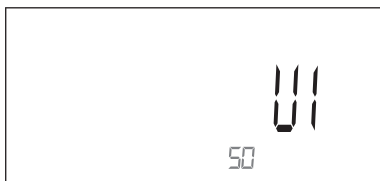

Rys. 1
1. Podłącz zasilanie, komputer włączy się i wyświetli wszystkie segmenty na wyświetlaczu przez 2 sekundy (Rys.1).